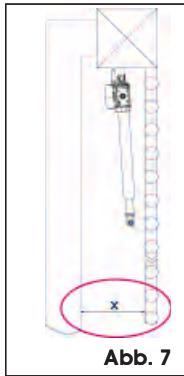

Abb. 7
- ⚠** Nach der Montage des Antriebs sicherstellen, dass das Maß „X“ aus Abb. 7 mindestens 500 mm beträgt. Wenn das Maß „X“ weniger als 500 mm beträgt, muss an der in Abb. 7 markierten Stelle ein Aufprallfest entsprechend den Vorschriften der Norm UNI EN 12445 vorgenommen werden, wobei sicherzustellen ist, dass die gemessenen Werte den Vorgaben nach UNI EN 12453 entsprechen.
Wenn die Schubkraftwerte nicht unter die nach UNI EN 12453 vorgeschriebenen Werte fallen, MUSS der in Abbildung 7 markierte Bereich mit einer Schutzeinrichtung nach UNI EN 12978 abgesichert werden.